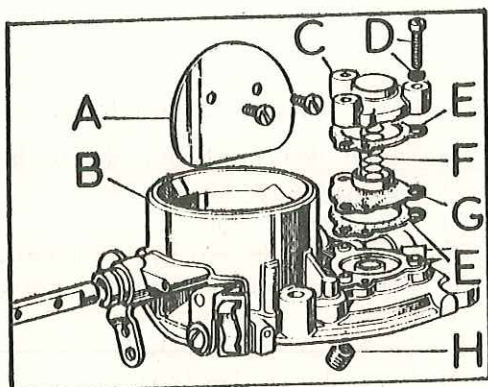

Fig. L2-3 Tapa del carburador
- 3.1. Si se hubiese desmontado, se introducirá el eje de la mariposa del estrangulador en su alojamiento de la tapa, colocando al mismo tiempo la arandela delgada. La mariposa, A (Fig. L2-3), se fijará al eje del estrangulador con sus dos tornillos, que se dejarán flojos. Después de accionar varias veces la mariposa para centrarla, se apretarán por completo los tornillos y se fijarán mediante un granetazo. Seguidamente se enganchará el extremo del muelle a la palanca del estrangulador.